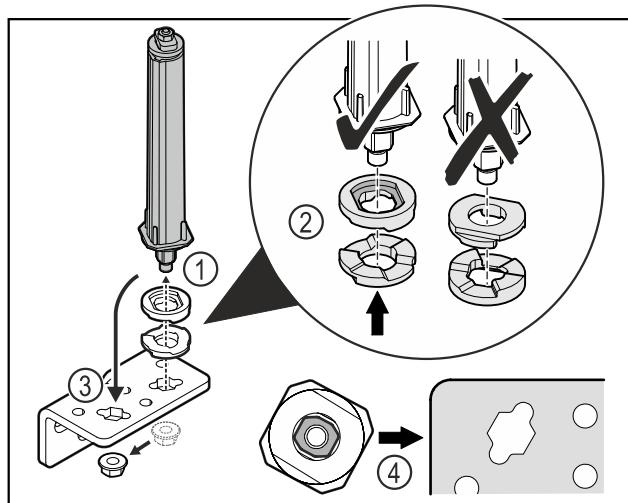

Fig. 37
- ▶ Uvoľnite maticu a odstráňte systém zatvárania dverí Fig. 37 (1).
- ▶ Dbajte na správne vyrovnanie podložiek na výškové prestavanie Fig. 37 (2).
- ▶ Premiestnite systém zatvárania dverí v uholníku závesu a zafixujte ho maticou Fig. 37 (3).
- ▶ Dbajte pri nasadzovaní na správne vyrovnanie systému zatvárania dverí Fig. 37 (4).